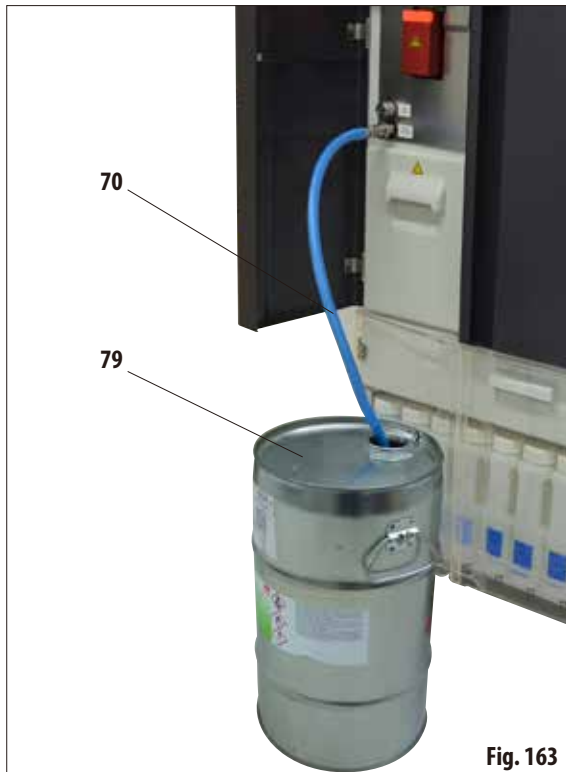

Fig. 163
- Conectar el tubo para efectuar un llenado/vaciado sin contacto (70) e introducirlo en la estación externa (79 (p. ej., un bidón) tal y como se muestra en la fig. 163.